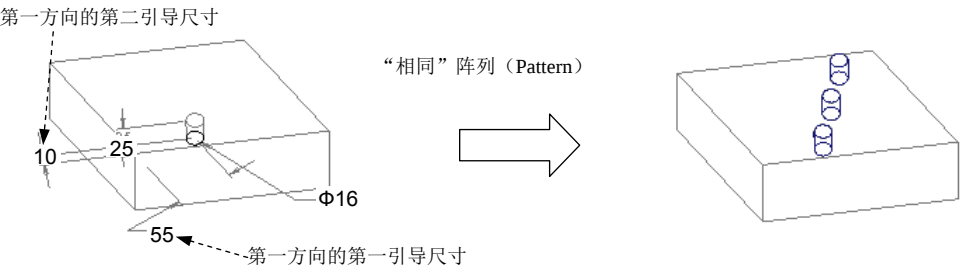

图 3.21.7 创建“斜一字形”阵列
下面将要创建图 3.21.7 所示的圆柱体特征的“斜一字形”阵列：
(1) 在操控板中单击  尺寸 按钮。
(2) 在弹出的界面中, 选取图 3.21.7 中第一方向的第一引导尺寸 55, 按住 Ctrl 键再选取第一方向的第二引导尺寸 10; 在“方向 1”的“增量”栏中输入第一个增量值为 30.0, 第二个增量值为 40.0。